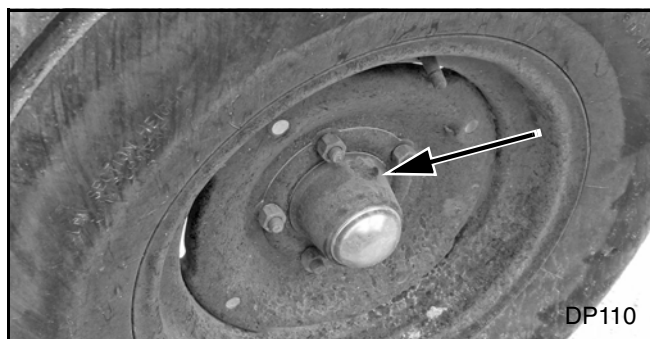

Figura 31. Rolamentos das rodas
2. Reaplique graxa nos rolamentos das rodas. Consulte a Figura 31.